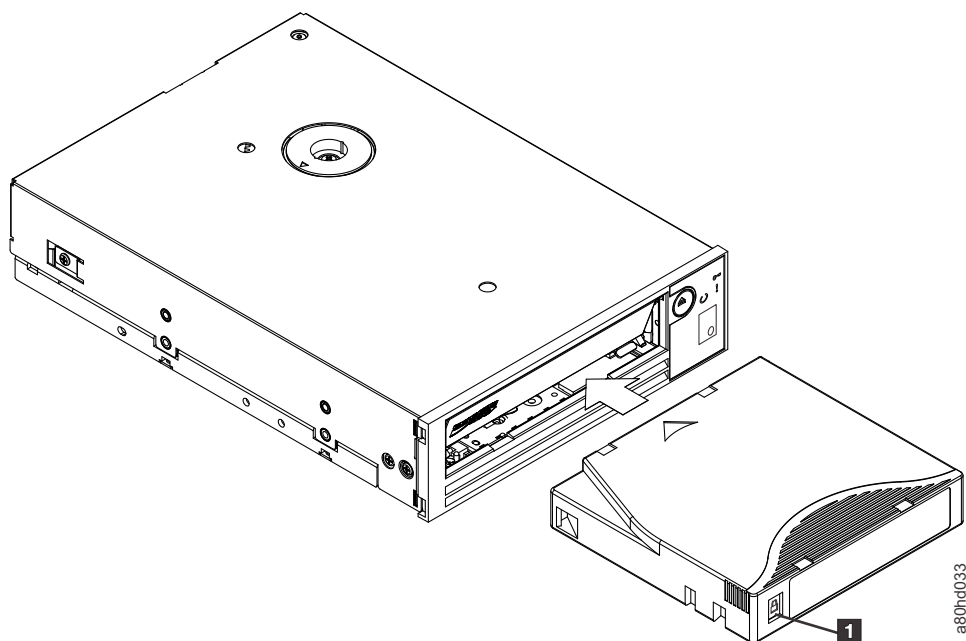

Figura 19. Cargando
4. Deslice el cartucho en el compartimento de carga de cinta. Consulte Figura 19 en la página 25. La unidad de cintas carga automáticamente el cartucho.